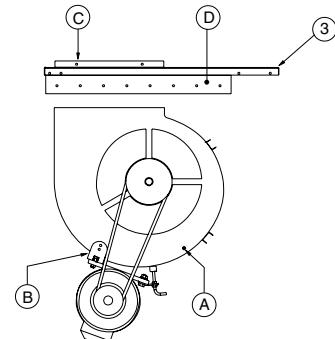

Fig. 3
- 3.- Spostare il motore con il corrispondente supporto, barre di fissaggio supporto e viti nella posizione "B", fissandolo negli appositi fori di Ø 8 della coclea del ventilatore, avendo cura di lasciare le pulegge ben allineate tra di loro (il centro del tendicinghia rimarrà a circa 20 mm dal ventilatore) (Fig. 3).